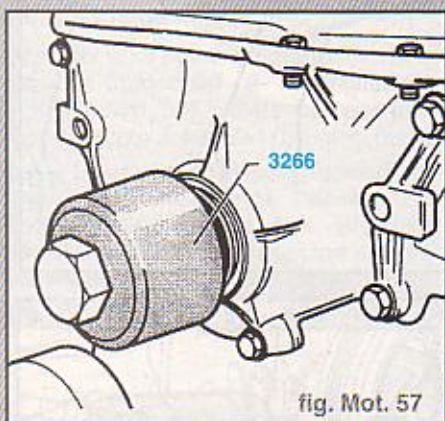

fig. Mot. 57
- Emmancher la bague-joint jusqu'en butée avec la douille de pression de 3266. Utiliser à cet effet la vis de fixation usagée de l'amortisseur de vibrations (fig. Mot. 57).